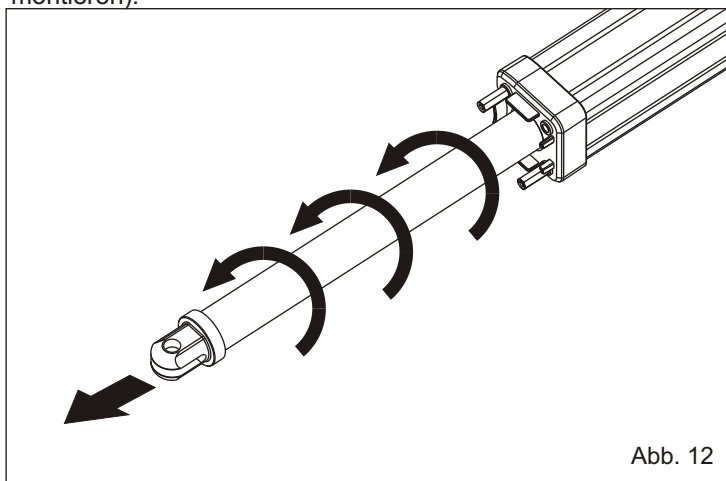

Abb. 12
**2.5. WICHTIG:** Den Arm bis zur maximalen Verlängerung abschrauben und danach i gegengesetzter Richtung mindestens eine halbe Runde drehen (anschrauben) siehe Abb. 12 und 13.